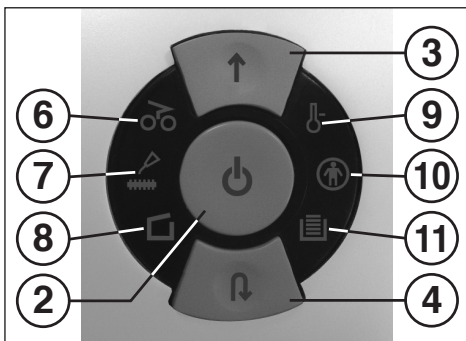

Abb. 1
- 2 = Funktionstaster (Abb. 1)**
- 3 = Vorwärtstaster (Abb. 1)**
- 4 = Rückwärtstaster (Abb. 1)**
- 6 = Kontroll-Anzeige „Materialstau“ (Abb. 1)**
- 7 = Kontroll-Anzeige „Schneidwerk ölen“ (Abb. 1)**
- 8 = Kontroll-Anzeige „Behälter fehlt“ (Abb. 1)**